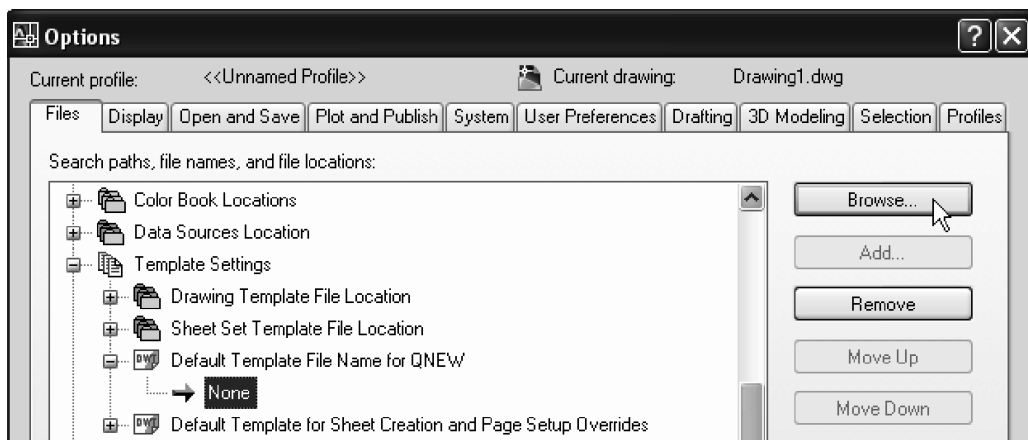

Fig. 4.4 Alegerea unui șablon implicit
1. Din meniul **Tools**, se deschide fereastra **Options** și, în cadrul acesteia, panoul **Files** din Fig. 4.4.